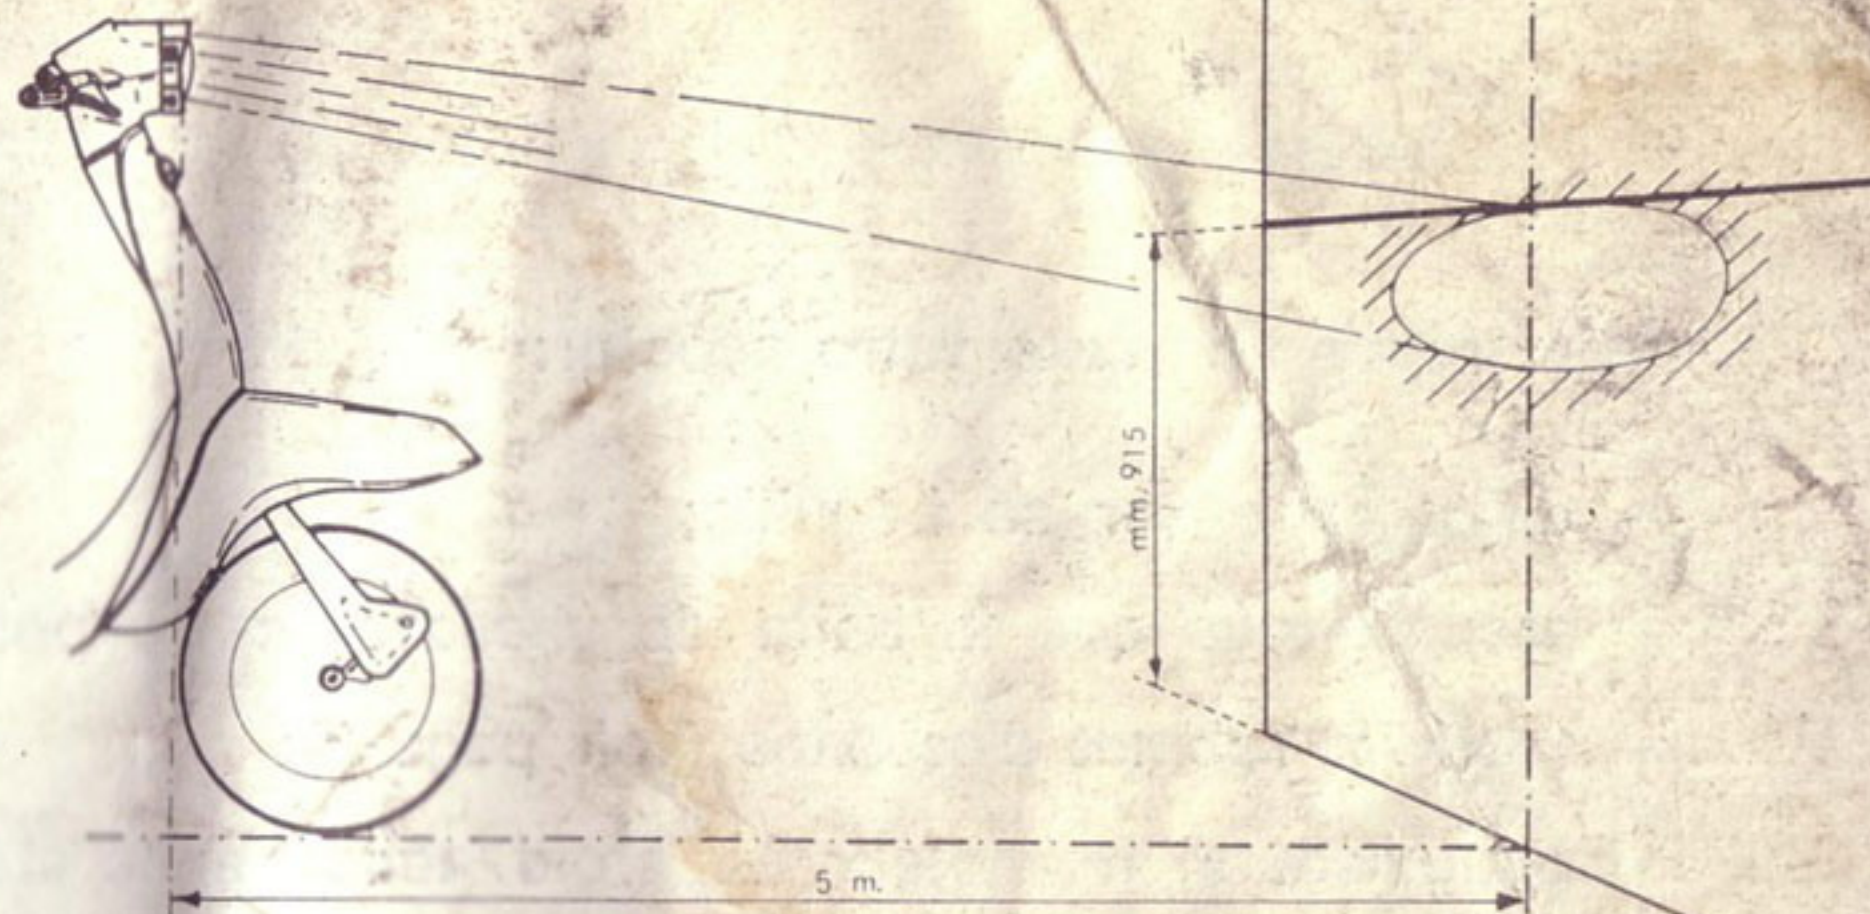

Fig. 12
- Disposez un écran vertical comme indiqué à la figure 12.